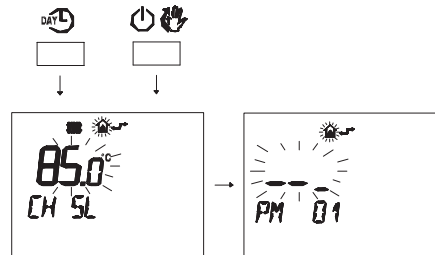

Figura 5.38
- Pulse simultáneamente los botones **DAY** y **CH SL** para entrar en la modalidad de programación transparente (Figura 5.38).